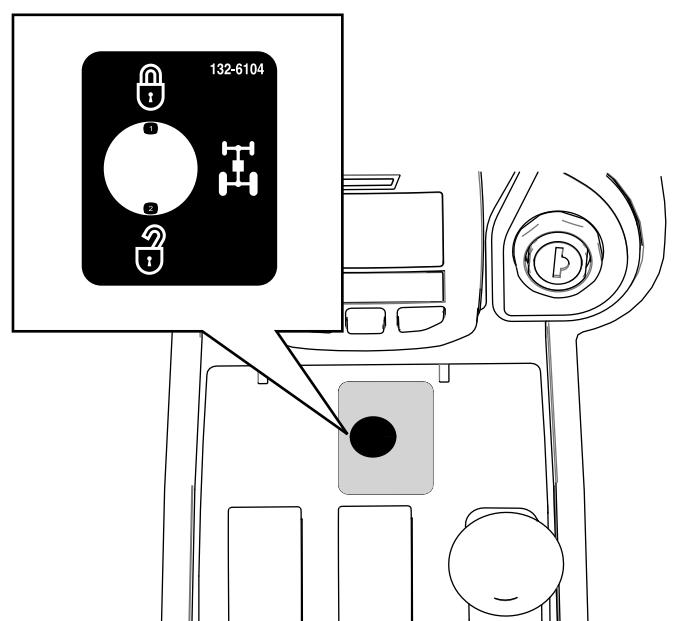

Figura 16
2. Fije la pegatina de la función 4WD sobre el taladro perforado (Figura 16).